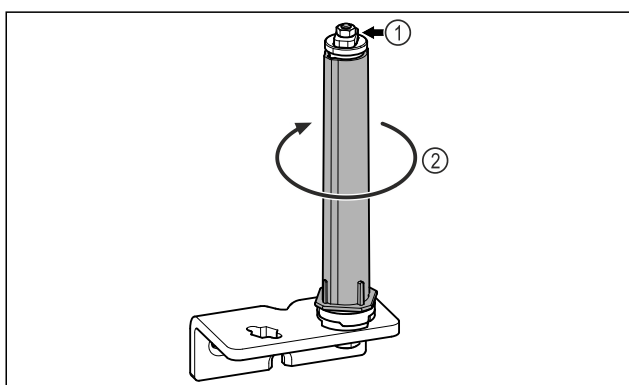

Fig. 21
▶ Deursluitsysteem Fig. 21 (1) niet demonteren.
▶ Sluitsysteem Fig. 21 (2) draaien, tot deze vastklikt.